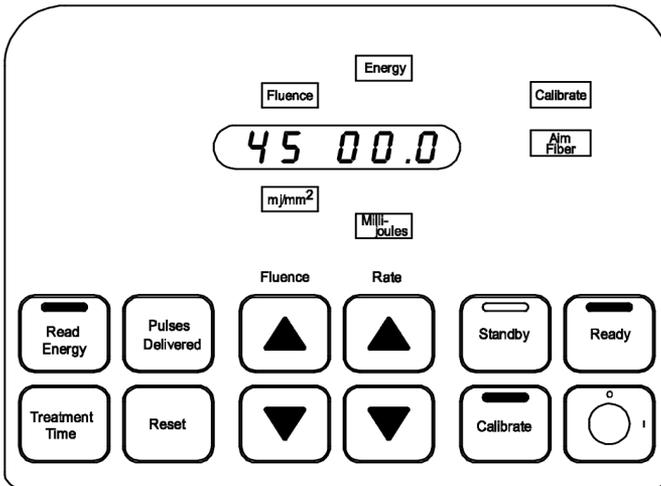

图6
6. 控制面板顶部的黄色 Ready (就绪) 状态灯、Aim Fiber (对准光纤) 灯、Energy (能量) 灯、Millijoules (毫焦耳) 灯、Calibrate (校准) 灯、Calibrate (校准) 按钮灯以及 Ready (就绪) 按钮灯亮起。显示窗最右边的三位数显示为 00.0。(图 6)